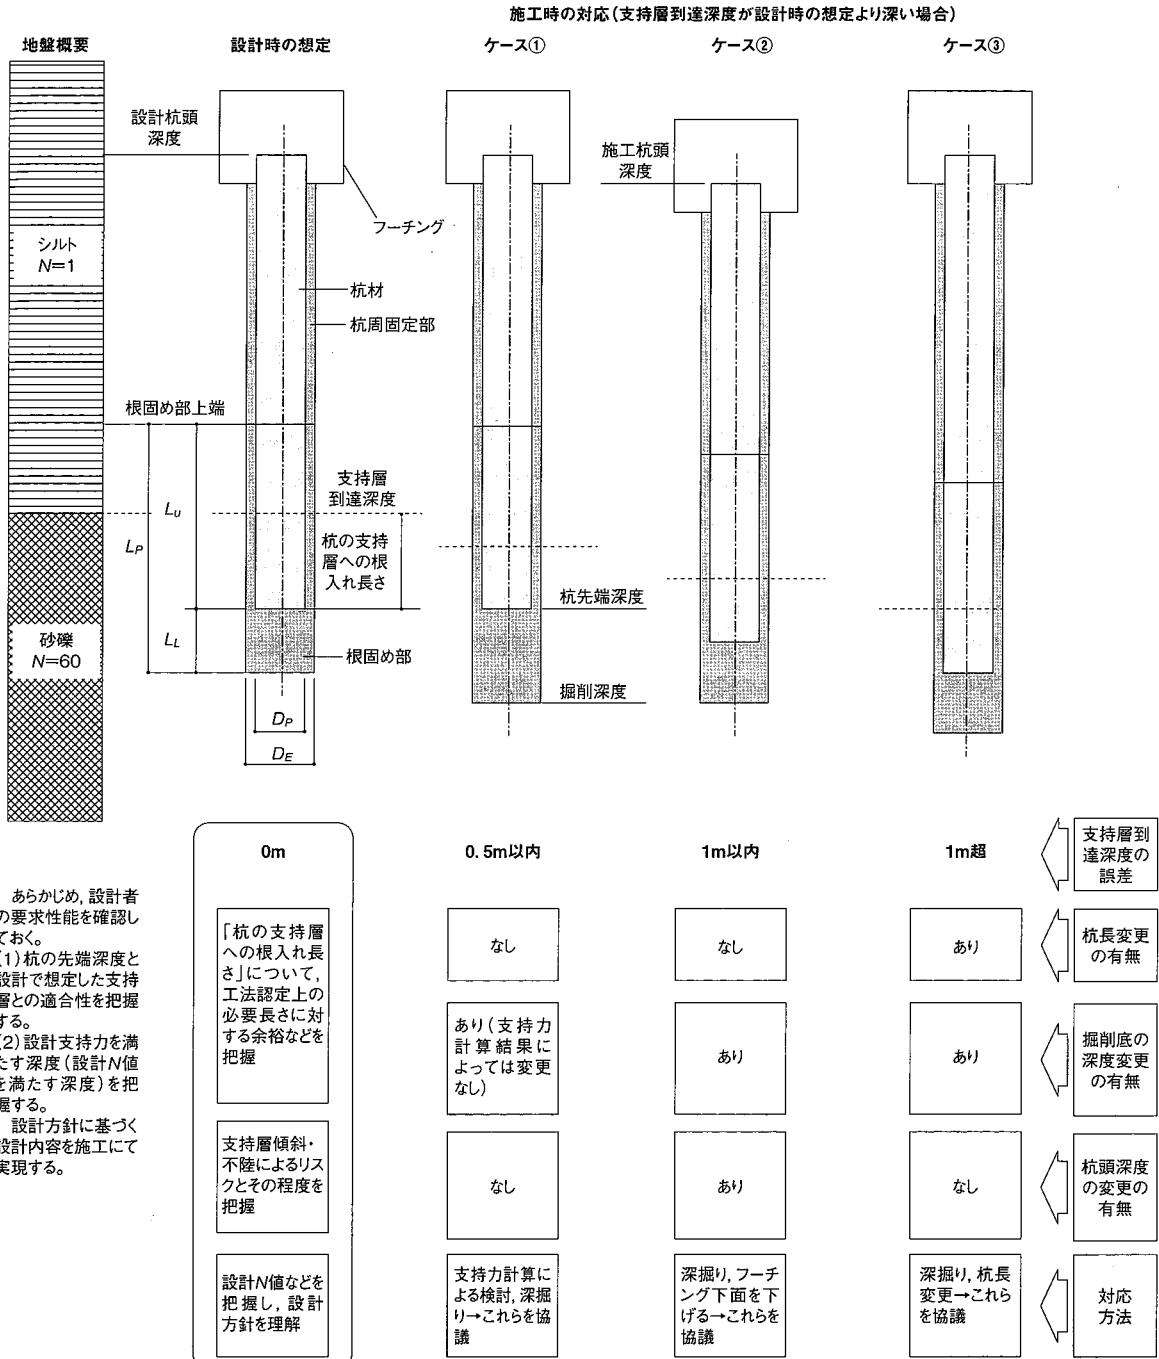

図3 杭の先端位置と設計で想定した支持層との適合性確認(あらかじめ対処法の検討)の例
図3は、あらかじめ対処法の検討の一例である。支持層確認深度が想定より深かった場合について、その深度誤差を0.5m以内、1.0m以内、1.0m超と3段階（ケース①～③）で行った対処事例である。検討内容は、採用工法により若干変わるが、杭の支持層への根入れ長さ規定の遵守、根固め部の深度と杭との位置関係を考慮した杭長変更、掘削深度変更を行うことになる。設計時の支持力算定上で仮定した